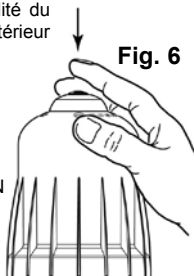

Fig. 6
- Appuyer sur le bouton de purge au sommet de la cloche (**Fig. 6**).